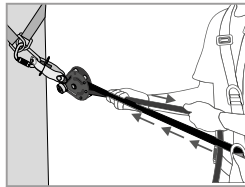
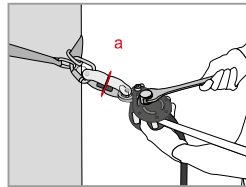

Fig 3
Fig 4
När du har monterat livlinan måste du göra en förinställning av spänningen genom att för hand dra i linan (vid linans ände – Bild 3). Då bör kammen (8) och kamspaken (4) automatiskt komma i kontakt med linan. Fäll ned kamspaken (4) och använd sedan en lämplig nyckel för att ställa in spänningen på spänningsjusteringsstiftet (1) till dess att spänningsindikatorns bricka (a) som sitter på spänningsindikatorn (2) roterar fritt (Bild 4). Sluta att dra åt så fort brickan rör sig fritt! Förspänningen bör ligga på omkring 0.5 kN. Vid användning ska du kontrollera denna spänning (att spänningsindikatorns bricka roterar) och justera den vid behov enligt ovanstående beskrivning.